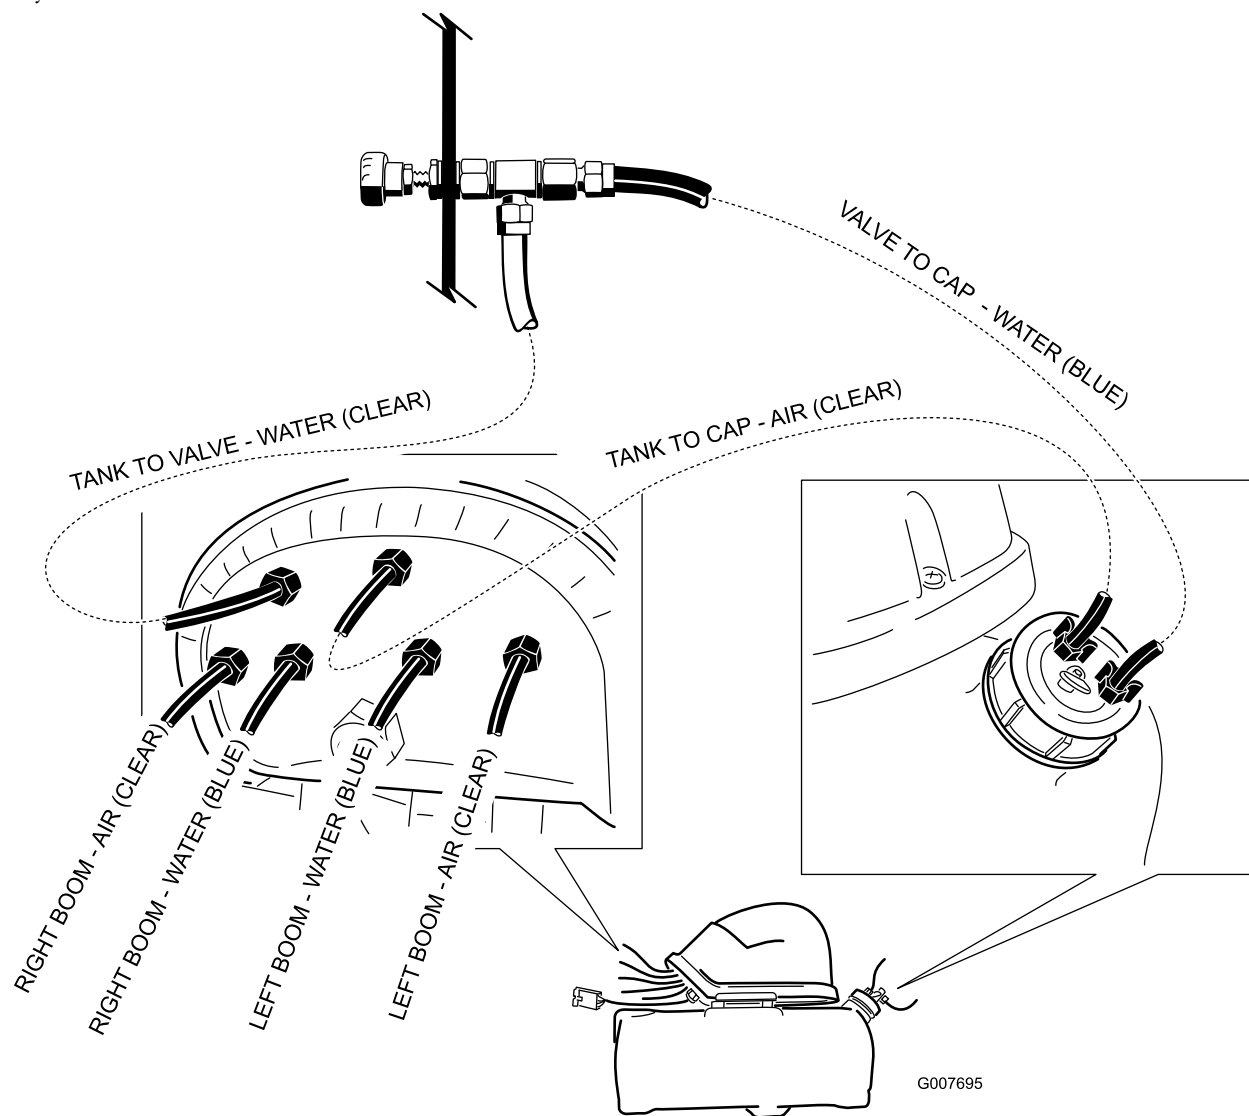

Рисунок 23
3. Окончательная разводка шлангов показана на Рисунок 23.